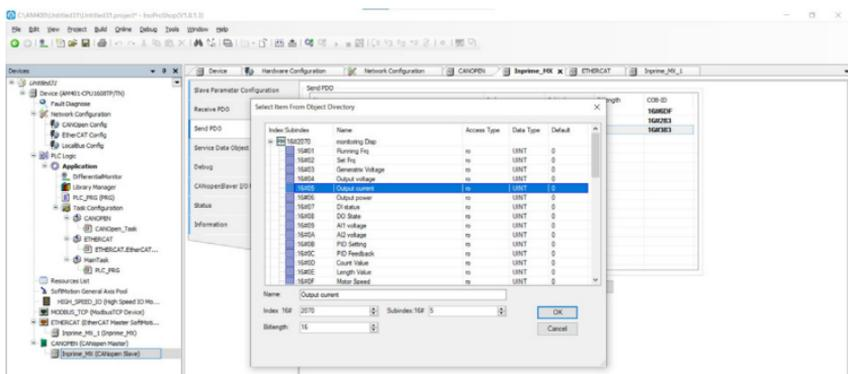

Рисунок 7.12 – Настройка PDO
11) Для настройки индексов PDO воспользуйтесь вкладкой «Send PDO» (или Receive PDO) (рис. 7.12), предварительно нажав «Logout». Выделите третью строку, нажмите внизу окна «Add Mapping», выберите нужные функции из списка и нажмите «Ok». Повторите подключение (см. пункт 9).